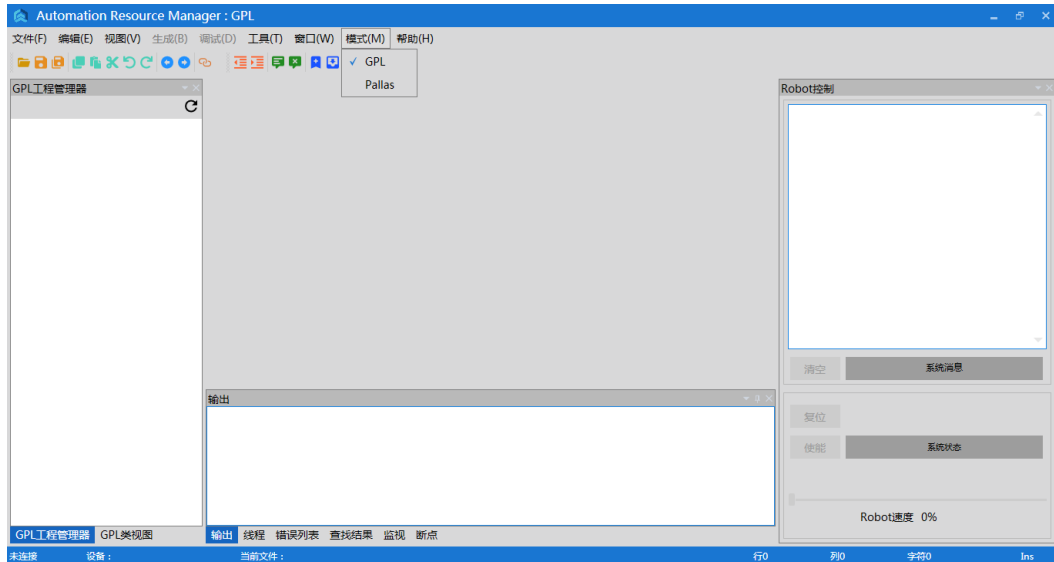

图 6-5 ARM 界面
**步骤1** 双击安装完成的 ARM 编程环境应用程序，打开 ARM 界面，再点击菜单栏上<模式>，切换成<PALLAS>模式，如图 6-5 所示。